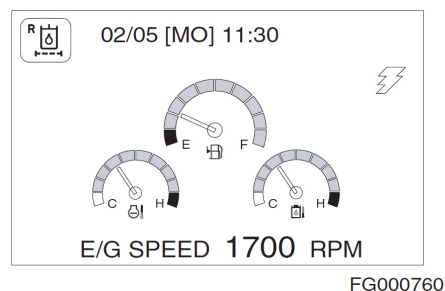

Рис. 81
**ПРИМЕЧАНИЕ:** Если загорается предупреждающий индикатор засорения фильтра возвратного контура (рис. 81) на приборной панели, необходимо провести техническое обслуживание фильтра возвратного контура.